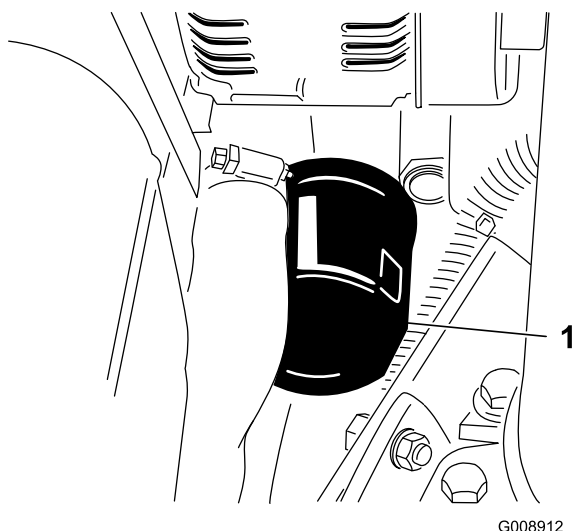

Figura 59
2. Retire o filtro do óleo (Figura 59).